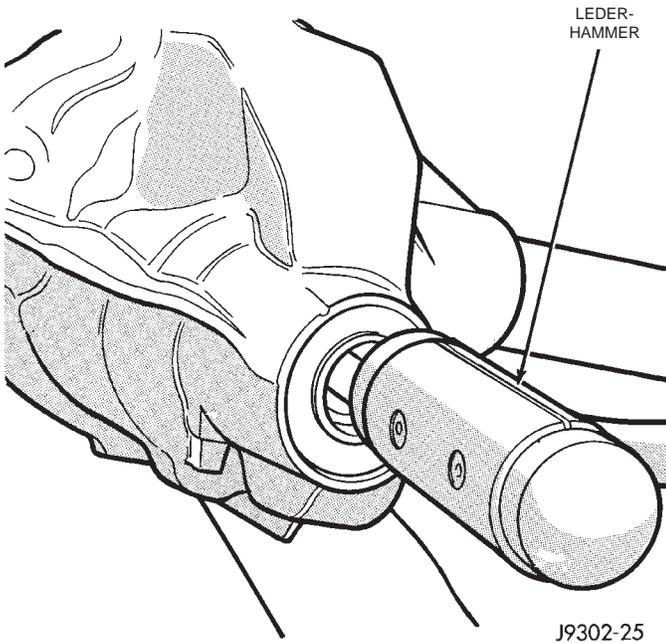

Abb. 35 Antriebskegelrad ausbauen
(6) Antriebskegelrad aus dem Gehäuse ausbauen (Abb. 35) und mit der Hand auffangen, damit es nicht beschädigt wird.